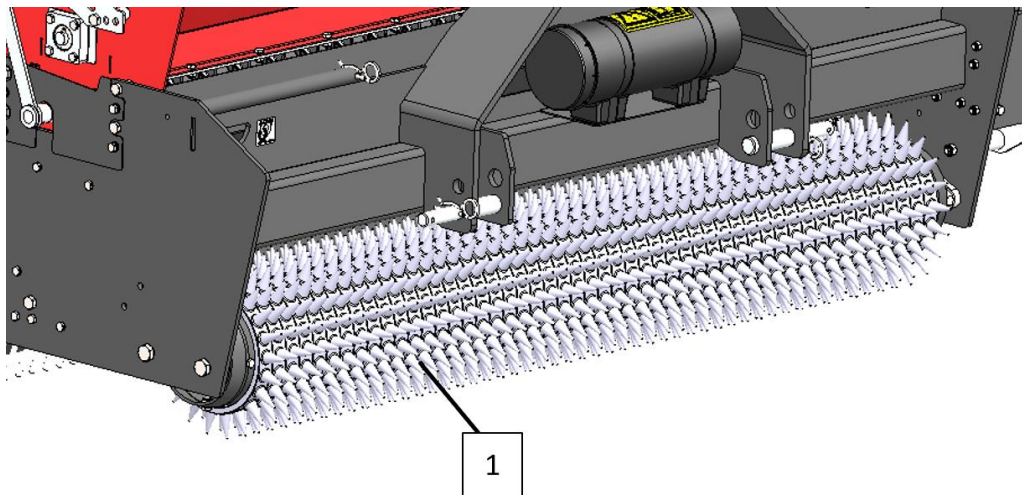

Fig.5-2
- Vérifier l'état des éléments semeurs (1) et réparez-les si nécessaire. (Fig.5-2)